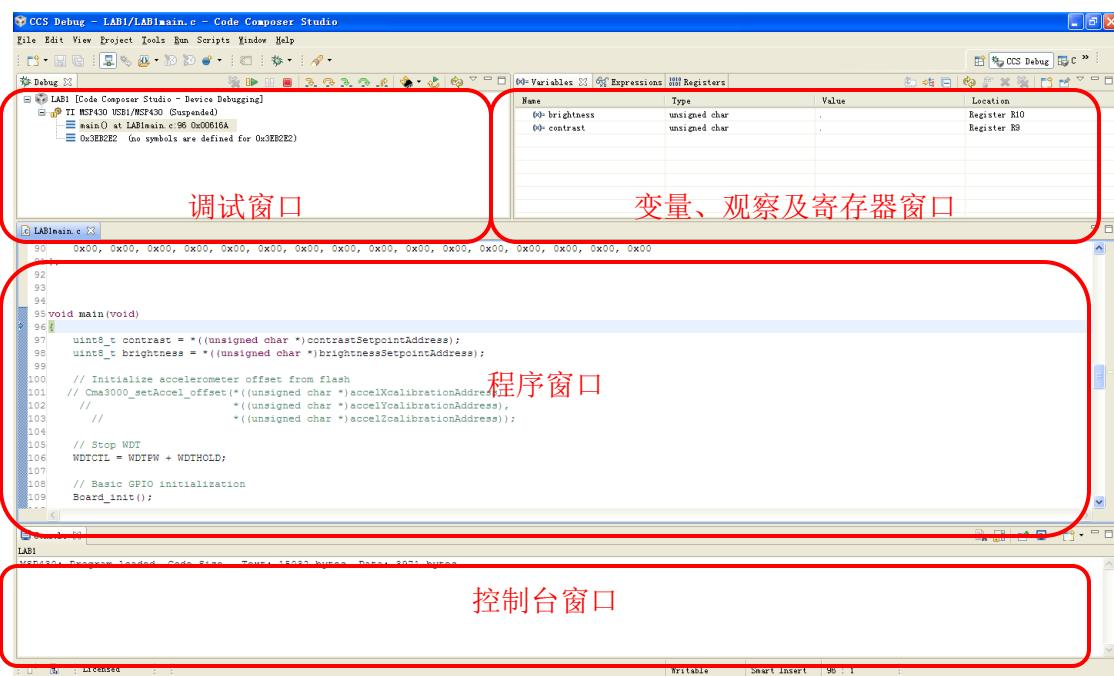

图 1.23 调试窗口界面
(2) 单击绿色的 Debug 按钮  进行下载调试，得到图 1.23 所示的界面。